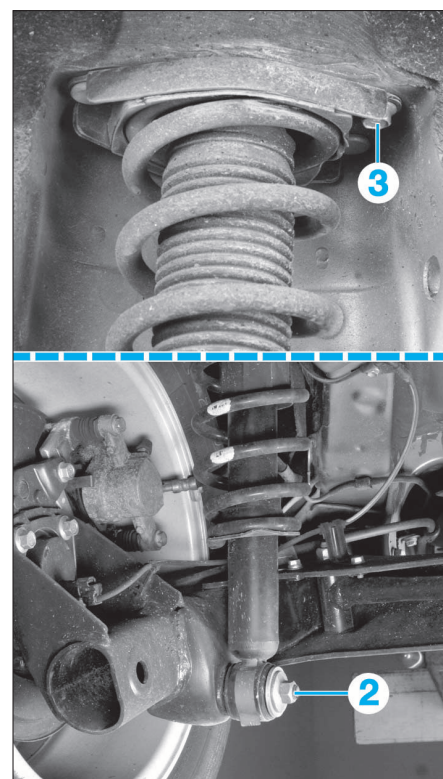

FIG. 20
- Déposer les fixations inférieure (2) et supérieure (3) d'amortisseur (fig. 20).